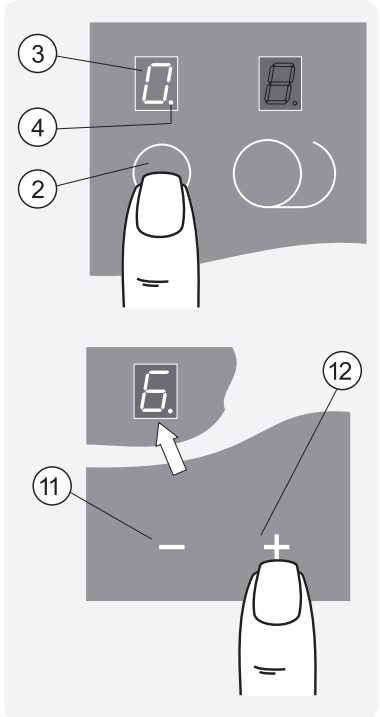

Рис.17
1. Коснуться зоны ② с обозначением выбранной конфорки, после чего конфорка перейдет в режим управления. В соответствующем окне индикации горит «0» и светящаяся точка ④ указывает, что конфоркой можно управлять (рис. 17).